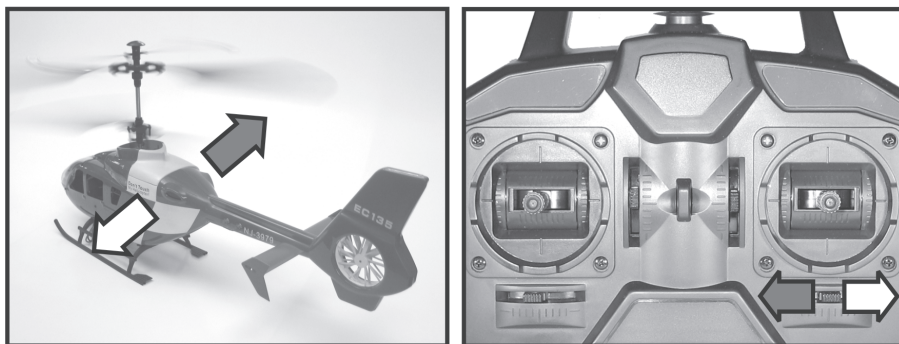

Figure 16
Si l'hélicoptère dérive ou se renverse latéralement vers la droite (voir fig. 16), réduisez alors la vitesse et poussez l'interrupteur coulissant de compensation pour la fonction Roulis (voir fig. 1, pos. 4) graduellement vers la gauche.